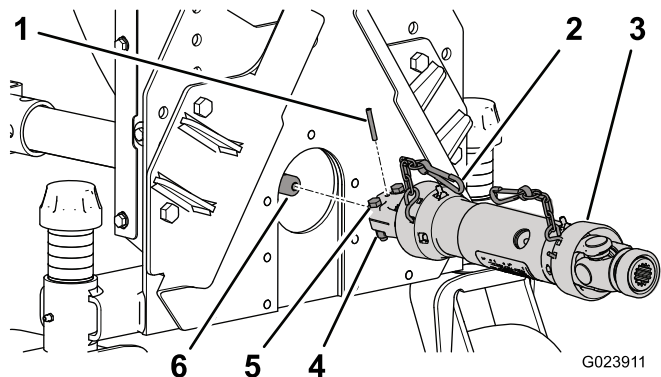

図 9
4. ロールピンでアセンブリを固定する 図 9。
5. 駆動シャフトをギアボックスのシャフトに固定するボルト5/16 x 1¼" 2 本とロックナット5/16" 2 個を使用する 図 9。
8. 安全チェーンをブロアフレームに取り付ける 図 9。